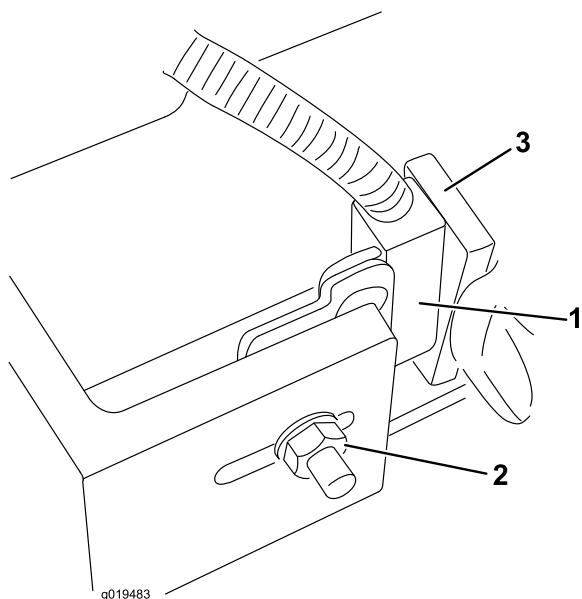

Figure 84
- Desserrez l'écrou du boulon de carrosserie qui fixe le support du commutateur de bras de levage au bras n° 4, 6 ou 7 (Figure 84).